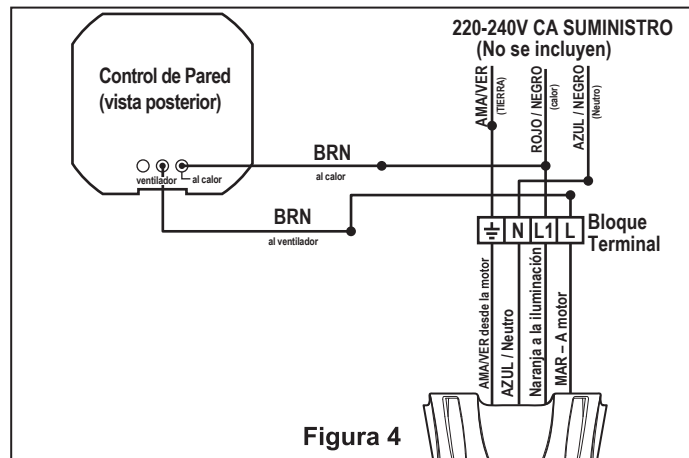

Figura 4
- ☐ 7. Conecte el cable de tierra amarillo / verde del ventilador motor para el conductor de alimentación (esto puede ser un aislamiento de color amarillo / verde). (Figura 4)
- ☐ 8. Realizar el cableado al bloque de terminales como se muestra. (Figura 4)